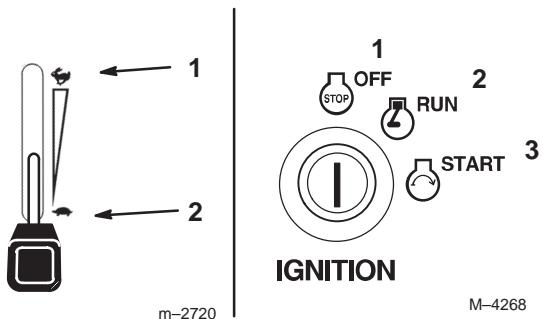

Figure 18
- Placez la manette d'accélérateur en position de régime maximum pour démarrer à froid (Fig. 18).
- Désengagez la PDF (Fig. 18).
- Réglez la manette d'accélérateur à mi-course entre les positions de ralenti et de régime maximum (Fig. 18).